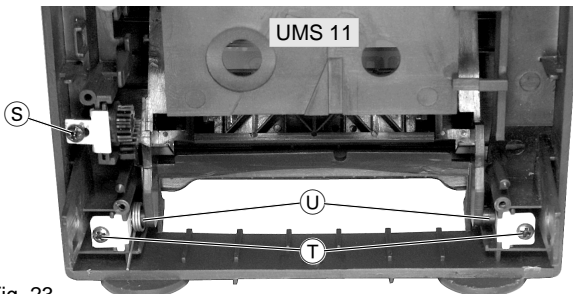
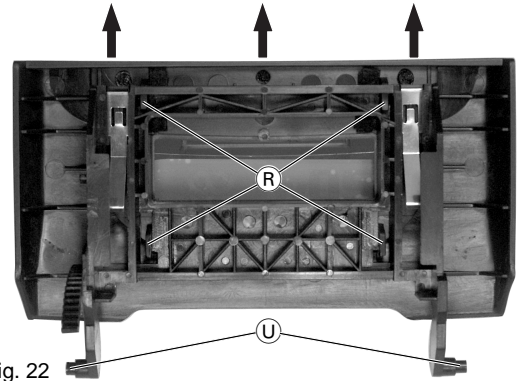

Fig. 23
Fig. 22
- Rastnasen **R** durch Hochschieben der Cassettschichtblende austrasten und Blende nach vorne abnehmen (Fig. 22).
- Schraube **S** herausschrauben und Cassettschichtbremse nach hinten herausziehen (Fig. 23).
- 2 Schrauben **T** (Fig. 23) herausschrauben (nur UMS 11), Cassettschichtführungen **U** (Fig. 22, 23, 24) aushängen und nach vorne herausnehmen.
- Disengage the catches **R** by pushing the cover upwards and remove the cover (Fig. 22).
- Undo screw **S** and pull out cassette lid break backwards (Fig. 23).
- Undo 2 screws **T** (Fig. 23; only UMS 11), unhinge cassette lid guides **U** (Fig. 22, 23, 24) and remove to the front.